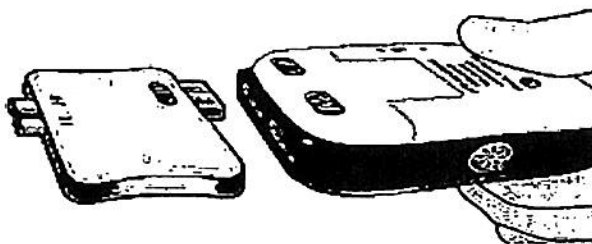

Figura 8. Conexión del adaptador de ETS al estimulador de prueba externo 2
3. Conecte el adaptador de ETS al estimulador de prueba externo 2 con la etiqueta "CD" (Figura 8).